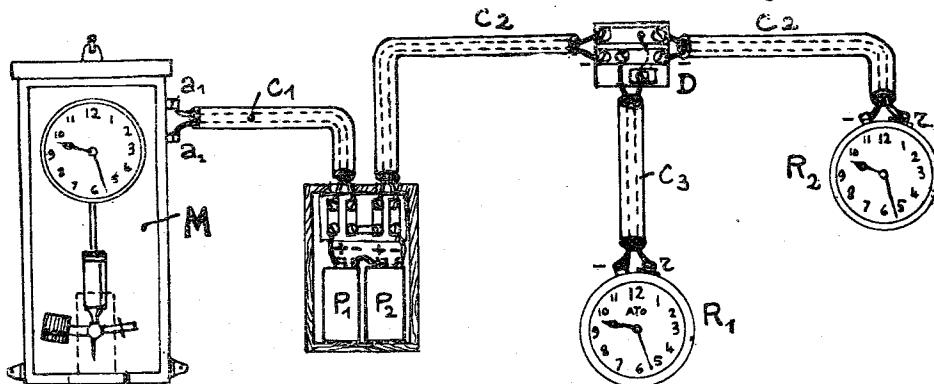

FIG. 2. — Schéma de montage.
Le schéma de montage est indiqué sur la figure 2.
Il y a intérêt à grouper les piles dans une boîte comme l'indique la fig. 2.
Comme on le voit sur la fig 2 :
a) *Réceptrices murales.* — Lorsque celles-ci sont en bout de canalisation, elles sont branchées comme indiqué pour R₂ (fig. 2); toutes les autres sont branchées comme indiqué pour R₁ (fig. 2).
Nous conseillons de placer les piles dans une boîte ou une petite armoire spéciale, les bornes étant raccordées au fil électrique sous plomb par l'intermédiaire de plots de raccordement à vis montés sur ébonite ou bois paraffiné, à l'abri de l'humidité (voir fig. 2).